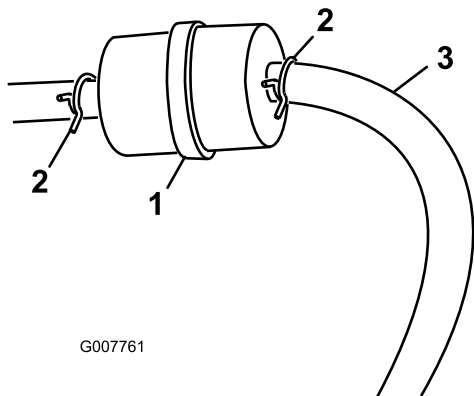

Figure 29
3. Pincez les extrémités des colliers et éloignez les colliers du filtre (Figure 29).
5. Posez un filtre neuf et rapprochez les colliers de fixation du filtre (Figure 29).
3. Desserrez le collier de serrage au niveau du filtre à carburant et éloignez-le du filtre en le poussant le long de la conduite de carburant (Figure 29).
4. Débranchez les conduites de carburant du filtre à carburant (Figure 29).
Remarque: Laissez couler le carburant dans un bidon ou un bac de vidange (Figure 29).
5. Raccordez la conduite de carburant au filtre. Rapprochez le collier de serrage du filtre pour fixer la conduite de carburant (Figure 29).